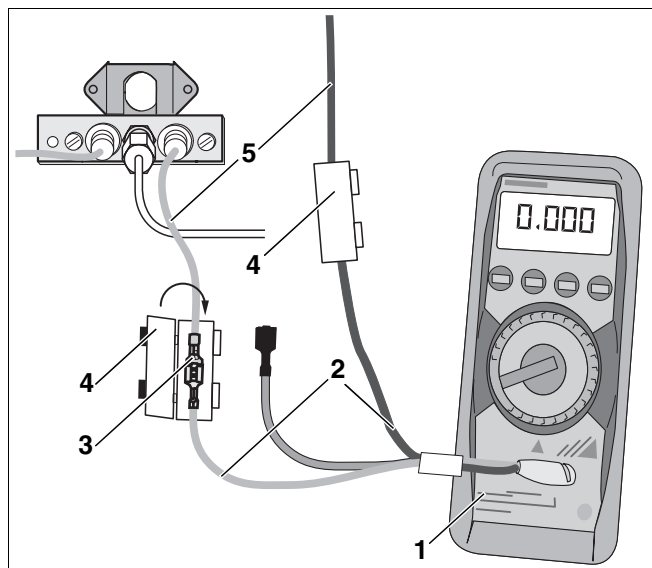

Рис. 12 Измерение тока ионизации
- Измерительный прибор (рис. 12, **поз. 1**) последовательно соединить с контактами снятого штекерного соединения контрольного кабеля (рис. 12, **поз. 3**).
- Установить защиту от прикосновения (рис. 12, **поз. 4**) на штекерное соединение.
- Выбрать на измерительном приборе (рис. 12, **поз. 1**) диапазон постоянного тока в μA . Вновь включить отопительную установку и измерить ток ионизации. Записать измеренное значение в протокол пуска в эксплуатацию (стр. 33).
- Вновь восстановить штекерное соединение контрольного кабеля (рис. 12, **поз. 3**).
- Установить защиту от прикосновения (рис. 12, **поз. 4**) на контрольный кабель (рис. 12, **поз. 5**).